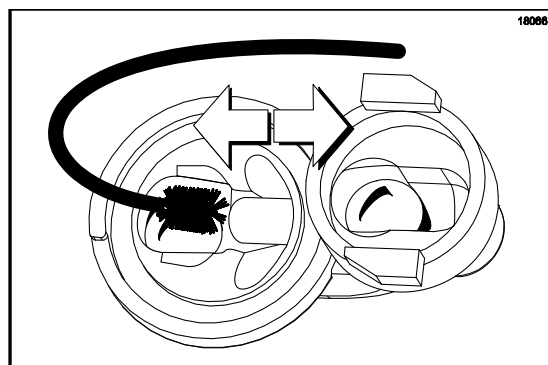

Abbildung 85
7. Diesen Verbindungsgang durch Hin- und Herbewegen der schwarzen Bürste gründlich säubern. Die Bürste vollständig einschieben und dann aus dem Ventilkörper herausziehen. (Siehe Abbildung 85.)